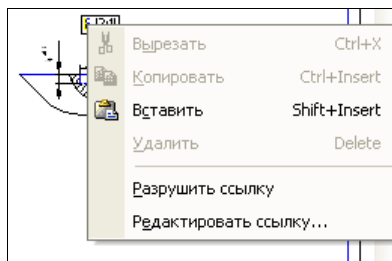

Рис. 48.8. Контекстное меню редактирования ссылки
- ◆ щелчком ПК мыши вызовите контекстное меню (рис. 48.8). В этом меню вы можете выбрать команду **Разрушить ссылку** или **Редактировать ссылку**. В случае команды **Разрушить ссылку** ссылка удаляется, в случае команды **Редактировать ссылку** — на экран выводится окно **Ссылка**, где вы можете изменить источник ссылки.